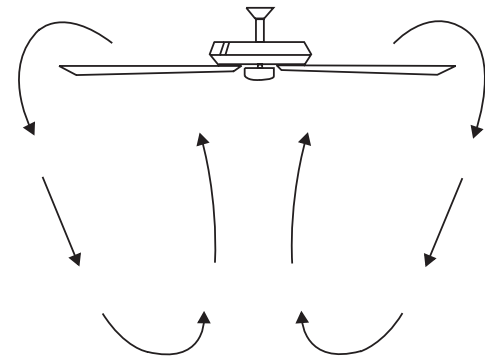

Fig. 23
**Temps frais** - Inverser (dans le sens horaire) Un flux d'air ascendant déplace l'air chaud hors de la zone du plafond comme le montre la fig. 23. Cela vous permet de régler votre unité de chauffage sur un réglage plus frais sans affecter votre confort.